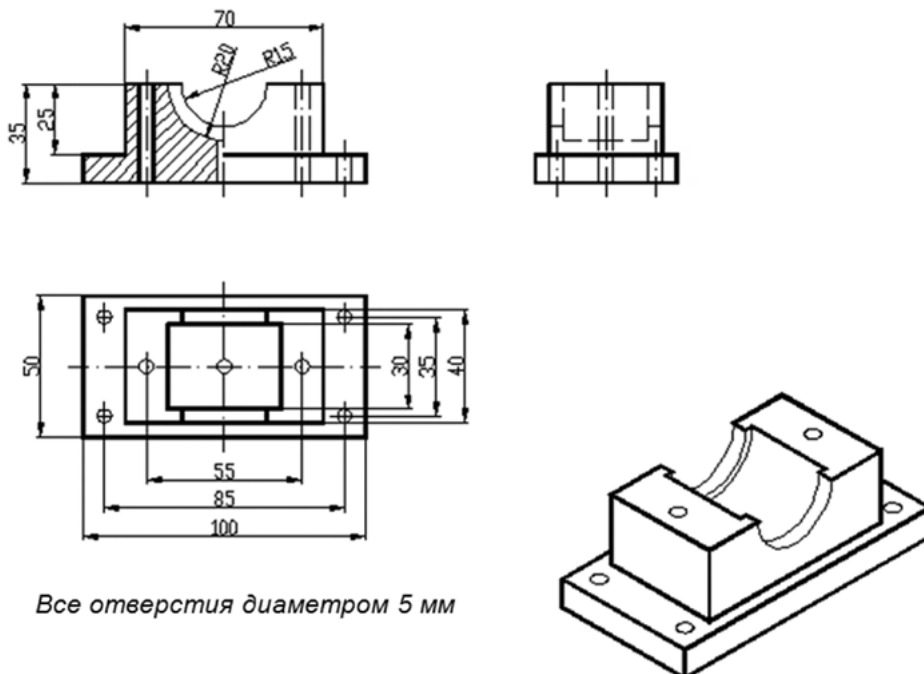

Рис. 7. Исходные данные
1. Сформировать твердотельную модель детали. Размеры представлены на рис. 7.